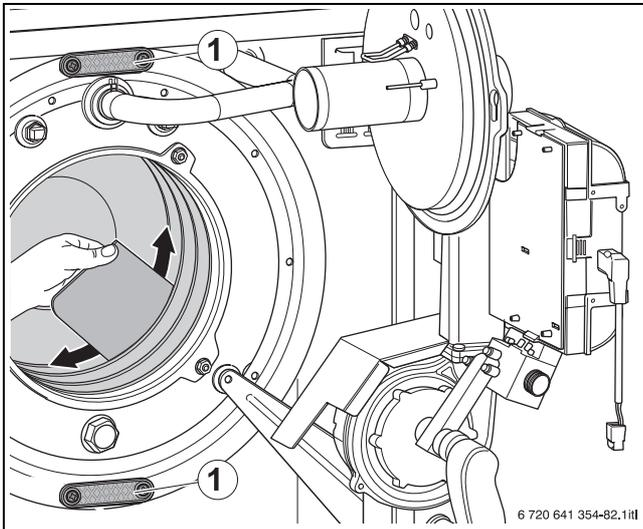
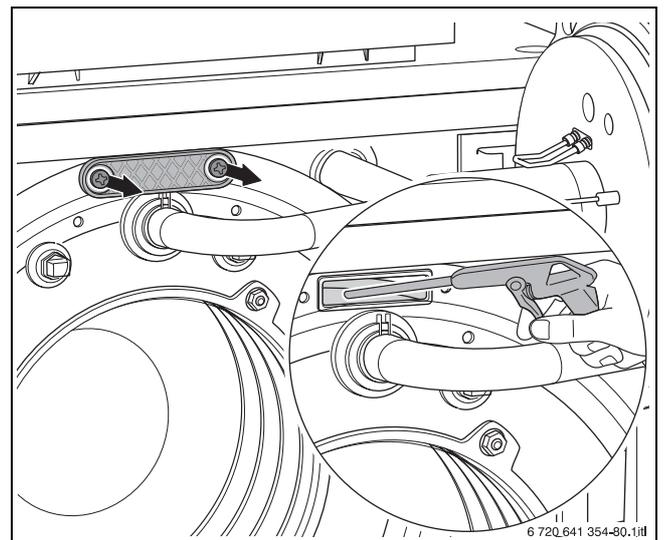

Fig. 61 Pulizia delle fessure dei gas scaldanti con una spatola per la pulizia
Fig. 62 Pulizia dello scambiatore di calore con lancia a spruzzo
- ▶ Estrarre il coperchio di pulizia (→ fig. 61, [1] e fig. 62).
- ▶ Pulire i residui liberi con acqua (ad es. lancia a spruzzo) dalla camera di combustione e dal mantello dei gas combusti (→ fig. 62).
- ▶ Pulire le fessure dei gas scaldanti con una spatola per la pulizia (→ fig. 61).